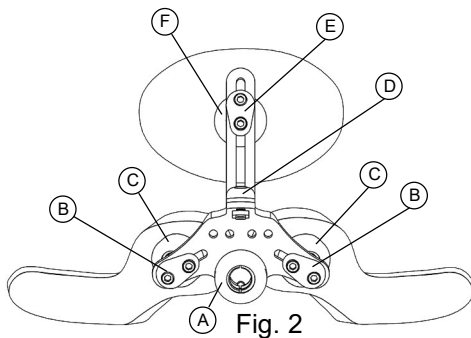

Fig. 2
La distancia entre las almohadillas suboccipitales se puede ajustar a la anchura del cuello del usuario deslizando las esferas de montaje lateralmente en sus ranuras (página 22, fig. 2, B). Las almohadillas deben ajustarse de manera que ofrezcan un contacto uniforme y proporcionen soporte primario en la parte posterior (fig. 4).
- Desplace la almohadilla occipital hacia delante en la medida estrictamente necesaria para que esté en contacto con el occipucio. Al aflojar los tornillos (página 22, fig. 2, E), la almohadilla se puede mover hacia arriba o hacia abajo para establecer el contacto óptimo con la cabeza. Asegúrese de no separar demasiado al usuario de las almohadillas suboccipitales por colocar la almohadilla occipital demasiado hacia adelante. El ángulo de la pletina afectará al rango de ajuste de la almohadilla occipital. Una vez logrado el ángulo adecuado, apriete todos los tornillos para fijar la posición.